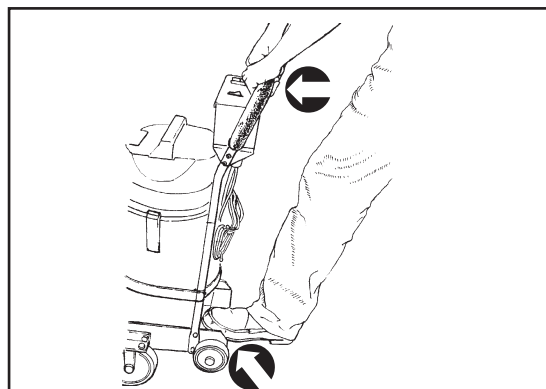

Figure 13
- Inclinez la machine en arrière en appuyant sur la courroie de support d'inclinaison avec le pied tout en appuyant sur la poignée. (Voir Figure 13)